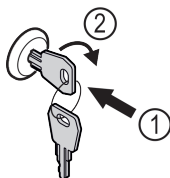

Fig. 129
- ▶ Klíč zasuňte dovnitř Fig. 129 (1).
- ▶ Otáčejte klíčem o 90° ve směru hodinových ručiček Fig. 129 (2).